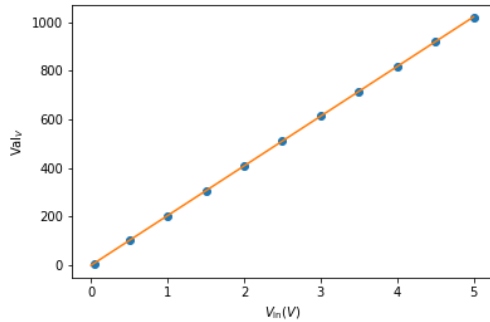

Figura 5:  $Val_V$  in funzione di  $V_{in}$
Nel grafico di Figura 5 sono riportati i punti sperimentali e la retta  $y = mx + q$  che meglio li interpola, di coefficiente angolare  $m = (205.0 \pm 0.1) \text{ V}^{-1}$  e intercetta  $q = -2.0 \pm 0.3$ ; li si confronta con i valori previsti  $m^{(\text{atteso})} = 1023/5.0 \text{ V} = 204.6 \text{ V}^{-1}$  e  $q^{(\text{atteso})} = 0$ . Il chi quadro è, inoltre,  $\chi^2 = 2.4$ , che si confronta con il numero di gradi di libertà (9), da cui si ipotizza che le incertezze sul valore di  $Val_V$ , supposte di 1 bit, siano sottostimate.